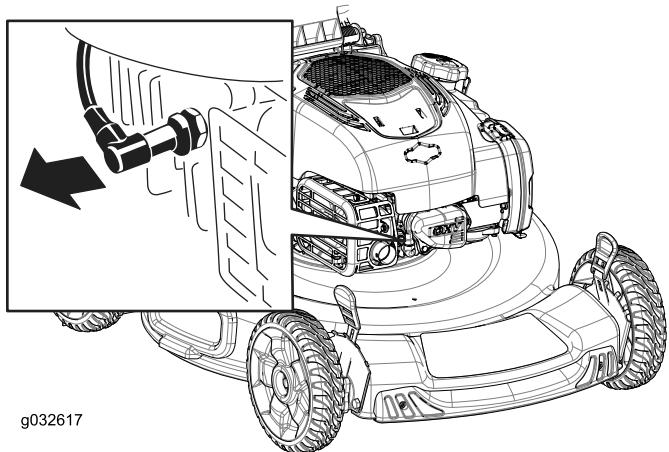

Figura 31
- Desligue o fio da vela da ignição da vela da ignição (Figura 31).